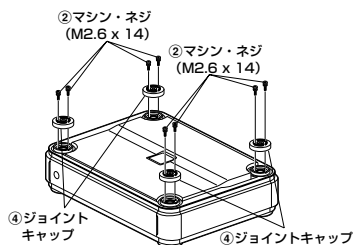

図3
- 2 1台目のアンプの四隅に、4個のジョイントキャップを各2本のマシン・ネジ (M2.6 x 14/ 付属品) で取り付けます。(図3 参照)